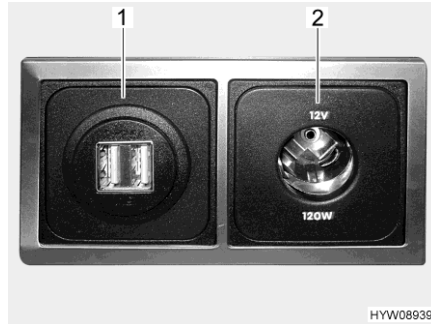

Bild 69 Kombination USB- und 12-V-Steckdose (Beispiel)
**USB-Steckdose** An der USB-Steckdose (Bild 69,1) können die Akkus von Geräten mit einem Ladestrom bis zu 2,5 A geladen werden.
**12-V-Steckdose** An der 12-V-Steckdose (Bild 69,2) können Geräte mit einem Stromverbrauch bis zu 10 A (entspricht einer Leistung von 120 W) angeschlossen werden.